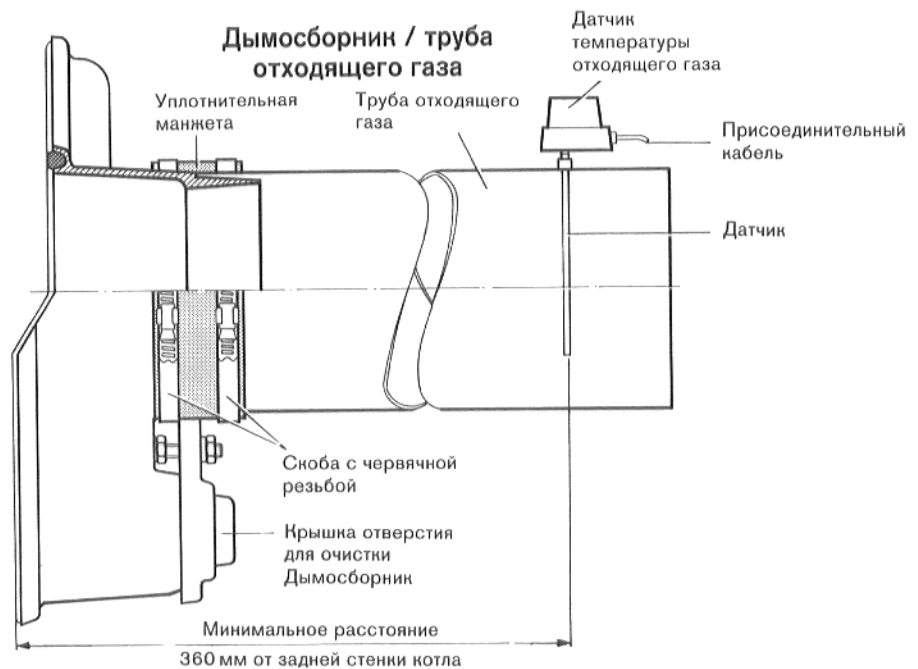

Рис. 19
Привинтить **дымосборник** к предварительно ввинченным в задний элемент шпилькам. **Крышка для очистки дымосборника** монтируется на заводе под отводом дымогарной трубы (рис. 19).
**Рекомендуем применение уплотнительной манжеты трубы отходящего газа (рис. 19)!**
**Для монтажа датчика температуры отходящего газа в трубу отходящего газа** заказчик должен приварить муфту. Расстояние от дымосборника –  $> 2 \times$  диаметра трубы отходящего газа –. Датчик должен быть смонтирован вертикально и всей длиной входить в поток отходящего газа (см. рис. 19).